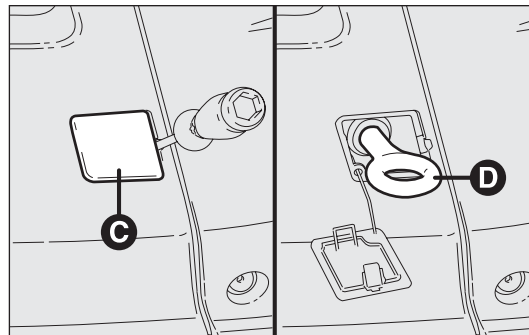

рис. 214
- возьмите из ящика отвертку и с ее помощью приподнимите заглушку С – рис. 214;
- возьмите из ящика буксирную проушину D и привинтите ее к резьбовому пальцу – рис. 214.